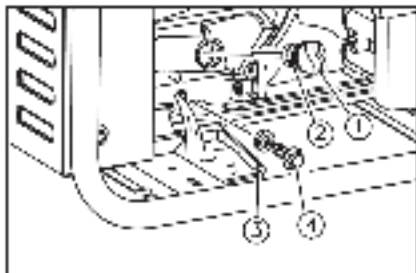

Рис. 21
2. Выкрутите пробку маслозаливной горловины (поз. 1, рис. 21);
3. Выкрутите сливной болт (поз. 4, рис. 21);
5. Закрутите на место сливной болт с прокладкой (поз. 3 и 4, рис. 21);